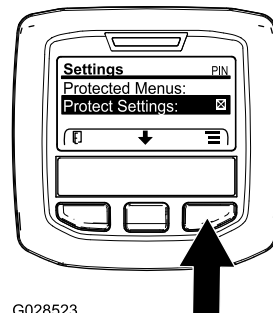

Figura 10
- Desde el menú PRINCIPAL, utilice el botón central para desplazarse hacia abajo hasta el menú CONFIGURACIÓN y pulse el botón derecho (Figura 10).